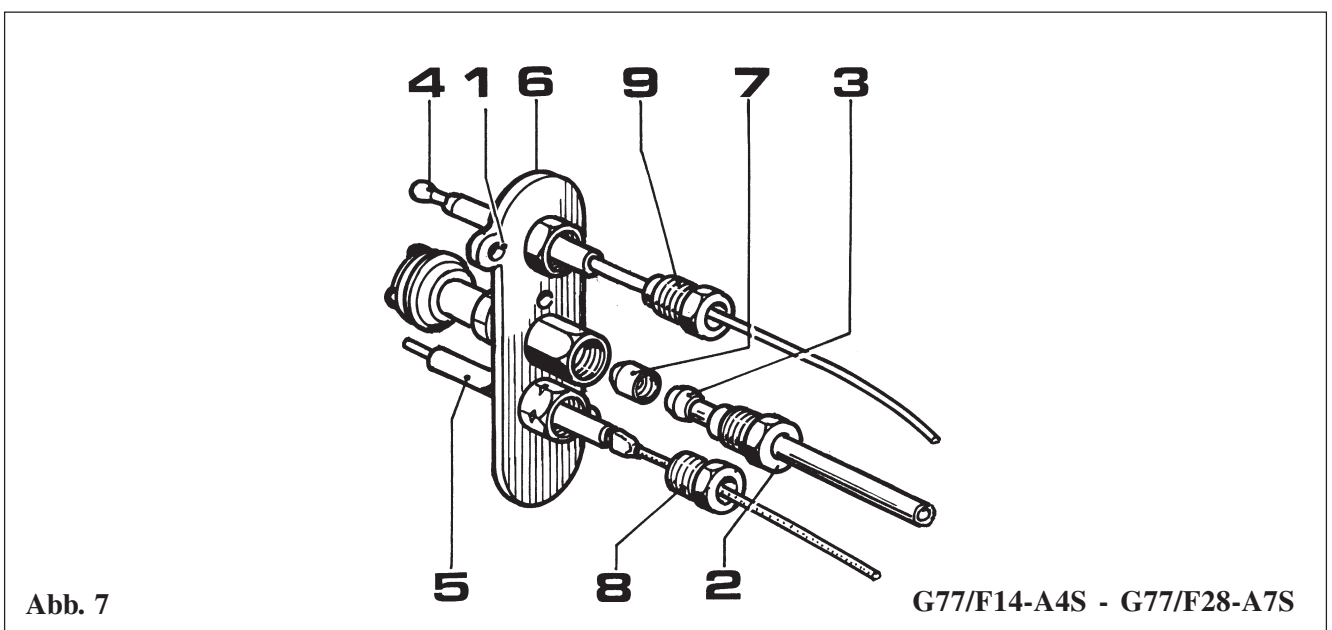

Abb. 7
- Die Glühkerze (Abb. 7 Pos. 5) und das Thermoelement (Abb. 7 Pos. 4) abmontieren.
- Den Leitflammenkörper (Abb. 7 Pos. 6) austauschen.